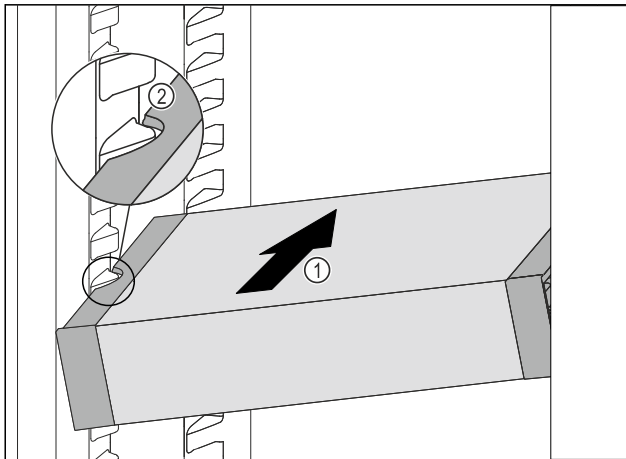

Fig. 73
- VarioSafe schuin in het koelgedeelte schuiven Fig. 73 (1), tot de uitsparingen aan de zijkant Fig. 73 (2) van de VarioSafe op de hoogte van de rib in het koelgedeelte zitten.